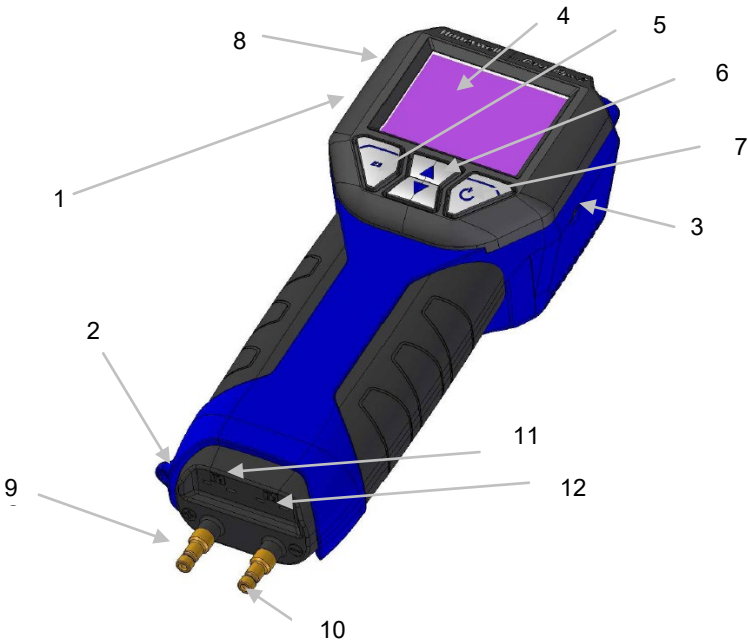

Fig. 1: Vue d'ensemble
14	Batteriedeckel (in Fig. 1 verdeckt auf der Rückseite)
- Insérer la fiche du tube de Pitot type S dans la prise jack 11 (Fig. 1) du Wöhler DC 410FLOW.
- Raccorder le flexible de surpression (installé à contre-courant) du tube de Pitot type S à la prise de pression (+) (Fig. 1, n° 9) et le flexible de sous-pression à la prise de pression (-) (fig. 1, n° 10).
- Insérer la fiche des pinces de mesure de température dans les prises jack 11 et 12 (Fig. 1) du contrôleur Wöhler DC 410FLOW.
- Insérer la fiche des sondes spéciales de température de surface dans les prises jack 11 et 12 (Fig. 1) du contrôleur Wöhler DC 410FLOW.
- Raccorder le câble du chargeur au Wöhler DC 410FLOW (Fig. 1, part 3) avant de le brancher sur l'installation électrique.